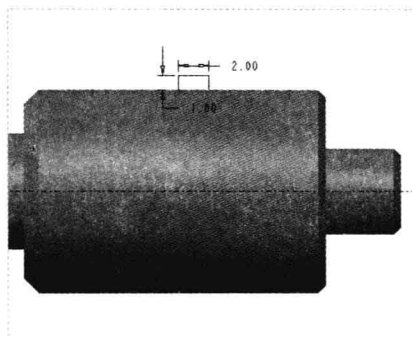

图 8-120 绘制截面
Step 04 在模型树中选择 TOP 基准平面，弹出“方向”和“草绘视图”菜单管理器，依次选择“确定”选项和“默认”选项，进入草绘环境，单击“草绘”选项卡中的相应按钮，绘制截面，如图 8-120 所示。